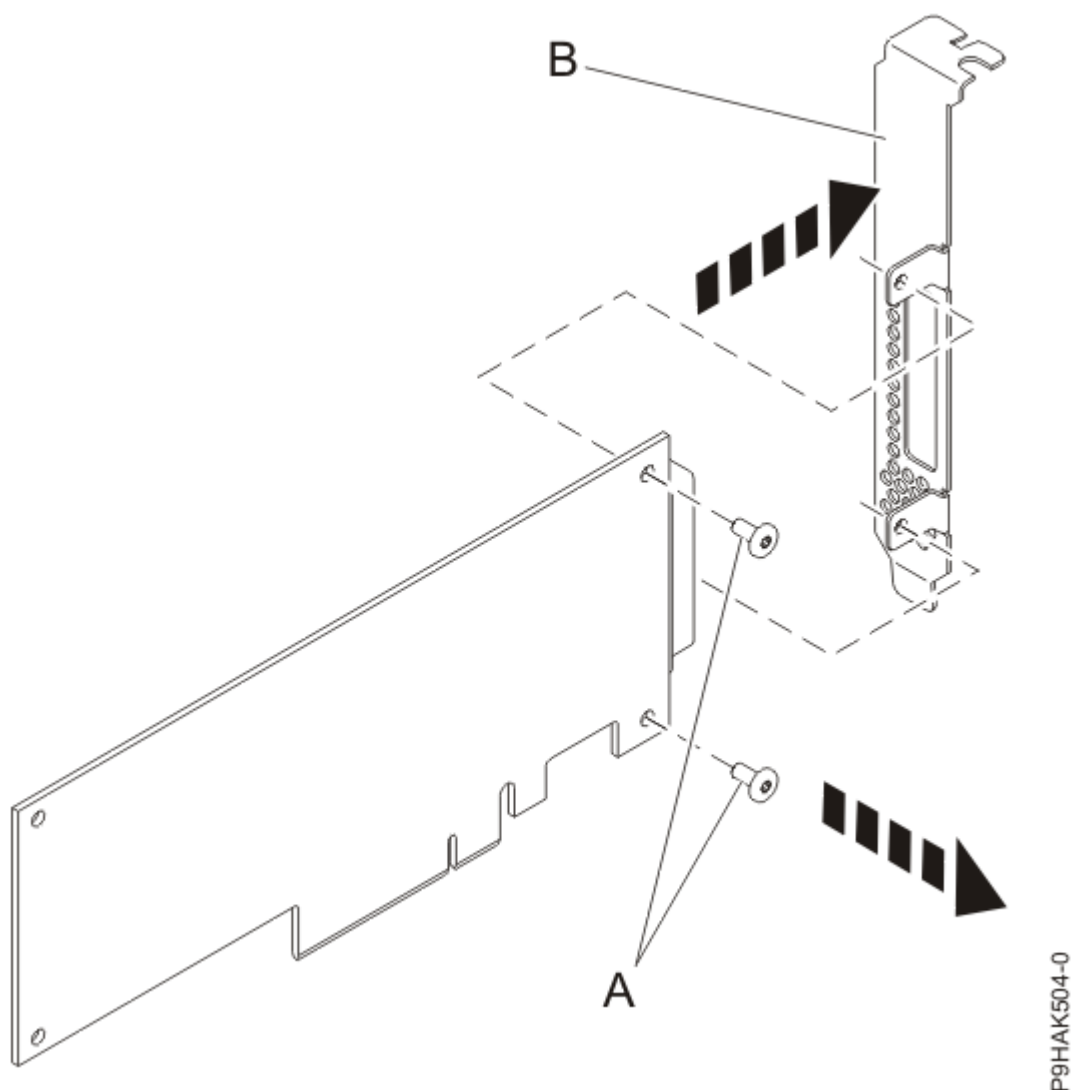

Figure 67. Retrait de l'équerre de montage pleine hauteur d'un nouvel adaptateur
8. A l'aide d'un tournevis cruciforme, desserrez les deux vis **(A)** qui fixent l'équerre de montage pleine hauteur **(B)** au nouvel adaptateur, comme illustré dans la Figure 67, à la page 90.